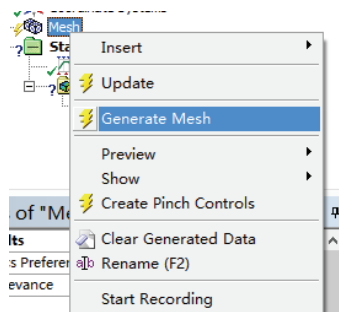
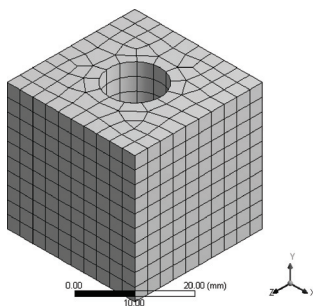

图 6-20 划分网格命令
图 6-21 网格划分结果
4) 在 Outline 树结构图中的 Mesh 选项单击鼠标右键，在弹出的快捷菜单中选择 Generate Mesh 选项，如图 6-20 所示。生成网格最终效果如图 6-21 所示。